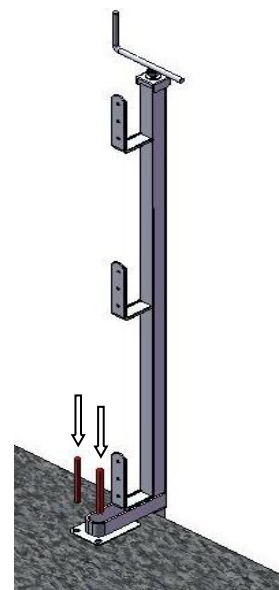

fig.7
- Creare due buchi sulla soletta in corrispondenza dei fori della piastra sulla parte superiore della morsa (fig. 7 a pag. 9) ed inserirci i rispettivi tasselli. I tasselli vanno scelti in base alla tipologia e alla consistenza della soletta e ai carichi riportati nella fig. 2 a pag. 4. Il tutto serve per aiutare il montante a mantenere la sua posizione in caso di eventuale urto e in caso di condizioni meteorologiche particolari (p.es. forte vento);